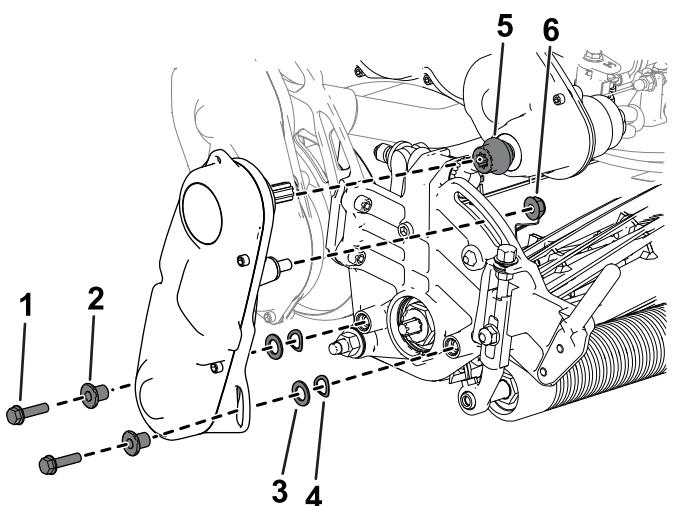

Bild 8
- Montieren Sie die Kupplung an der Antriebswelle des Getriebes (Bild 8).
- Verwenden Sie die zuvor entfernten Befestigungsmittel, um den Spindelantrieb in das Mähwerks einzubauen (Bild 8).
- Stellen Sie sicher, dass sich die Kupplung (Bild 8) auf der Antriebswelle des Getriebes leicht hin und her bewegen lässt.